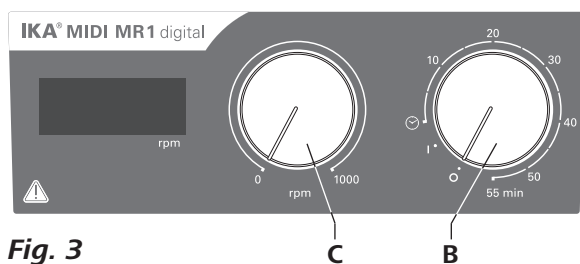

Fig. 3
- ☞ Per accendere l'apparecchio, ruotare la manopola **"On/Off"** e posizionare la manopola **"Timer"** (B, ved. Fig. 3) in senso orario sulla posizione **"1"**.
- ☞ Per spegnere l'apparecchio, ruotare la manopola **"On/Off"** e posizionare la manopola **"Timer"** (B) sulla posizione **"0"**.
- ☞ Per accendere l'apparecchio, ruotare la manopola **"On/Off"** e posizionare la manopola **"Timer"** (B) in senso orario oltre la posizione **"☉"**.
- ☞ Regolare il numero di giri del motore con la manopola **"Numero di giri"** (C, ved. Fig. 3). Il numero di giri del motore può essere impostato da 0 a 1000 rpm per **MIDI MR 1 digital** e da 0 a 600 rpm per **MAXI MR1 digital**.